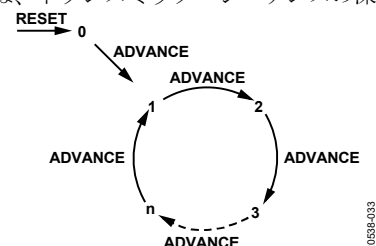

図 28. ステート・マシンの位置ループ
- ビット 0～ビット 3：MULT_STATES。ループの状態数を設定します（図 28 を参照）。